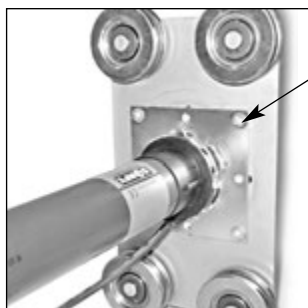

*Рис.2.3 Крепление двигателей "Nice" серий Neo MN и Neo LH.*
- серии Neo MN крепятся к каретке при помощи двух винтов М6х20 с потайной головкой. Для крепления завести винты с обратной стороны каретки (рис.2.3);